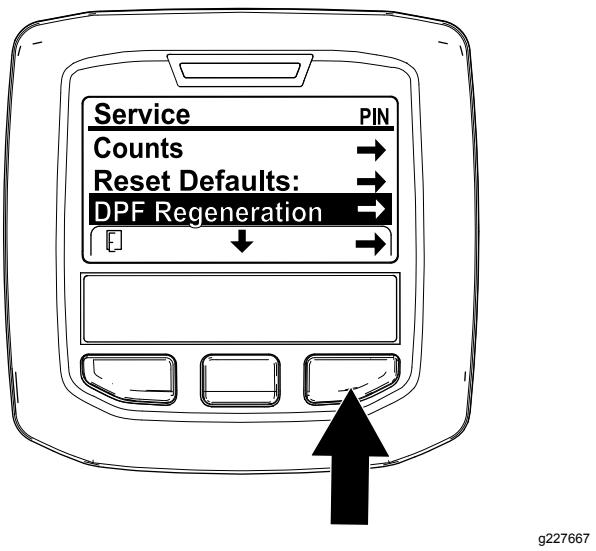

Figure 24
- Dans le menu Entretien, utilisez le bouton central pour naviguer jusqu'à l'option DPF REGENERATION (régénération du FAP) (Figure 24).
- Appuyez sur le bouton droit pour sélectionner l'option DPF Regeneration (Figure 24).